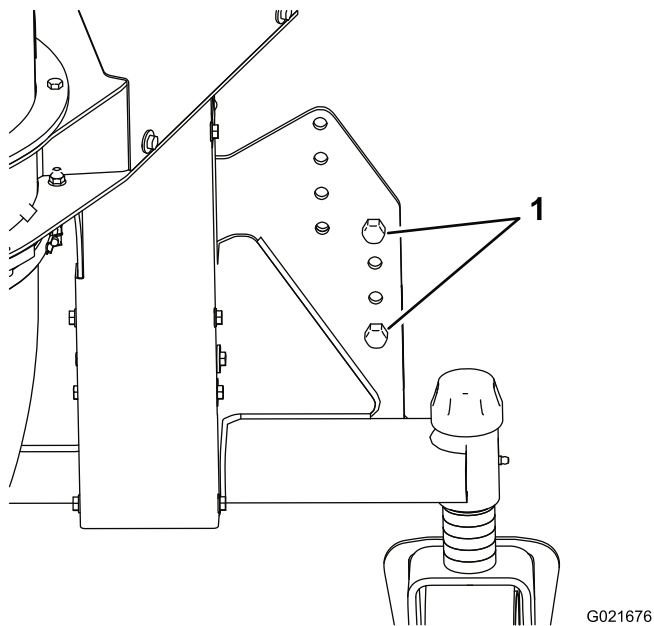

Figura 7
7. Rimuovete attentamente le viti che fissano il soffiatore al pallet di legno. Dopo aver rimosso le viti, fate scivolare via la cassa dal soffiatore e abbassatelo fino a che le ruote orientabili toccano il pavimento ma la cinghia resta ancora ben tesa (Figura 7).